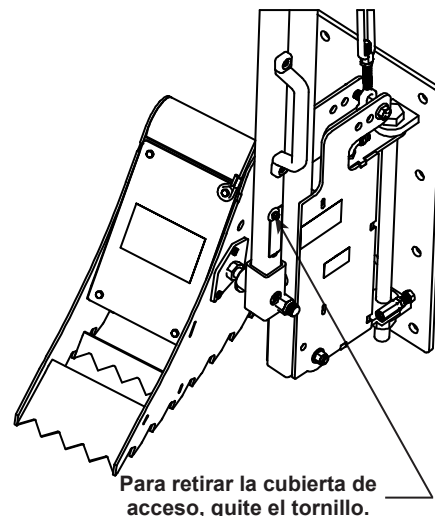

Figura 10
- 4. Vuelva a instalar la cubierta de acceso a los cables eléctricos y alinee el extremo del cable de seguridad con el agujero de la cubierta de acceso. Consulte la **Figura 10**. Fije la cubierta con el tornillo y la arandela que retiró anteriormente.